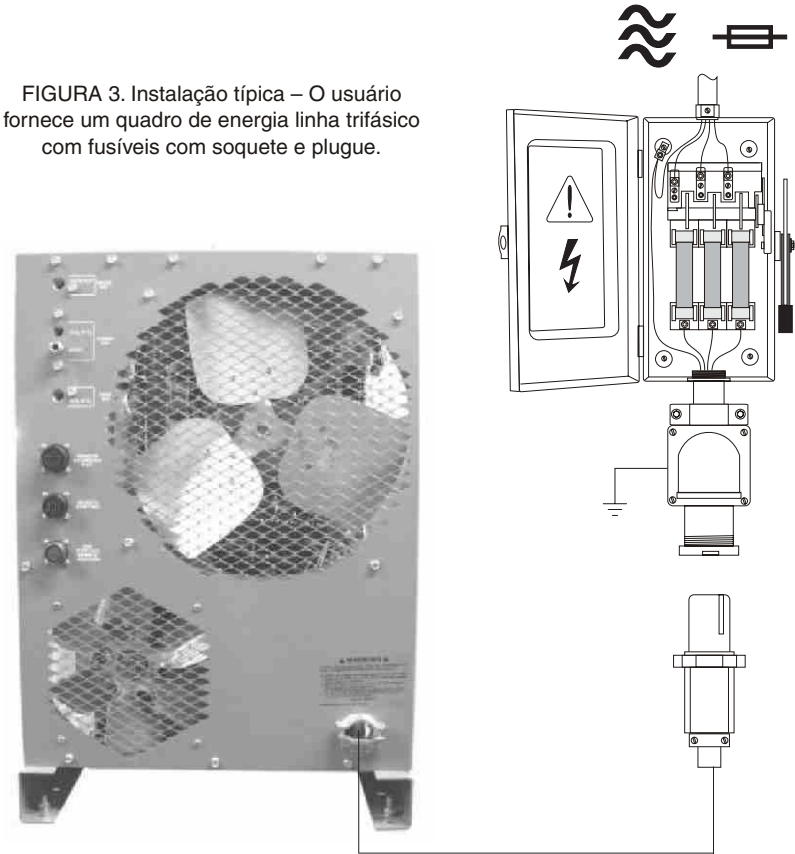

FIGURA 3. Instalação típica – O usuário fornece um quadro de energia linha trifásico com fusíveis com soquete e plugue.
- 1) Um quadro de energia (parede) com fusíveis ou disjuntores deve ser fornecido no painel de energia principal. Veja figura 3. Os fios de energia primários devem ser condutores de cobre isolados, e devem incluir três fios de energia e um fio terra. Os fios podem ser cabos com capa de borracha, ou podem ser guiados em um conduíte sólido ou flexível. Refira-se a tabela 1 para referência de condutores de entrada e tamanhos de fusíveis de linha recomendados.